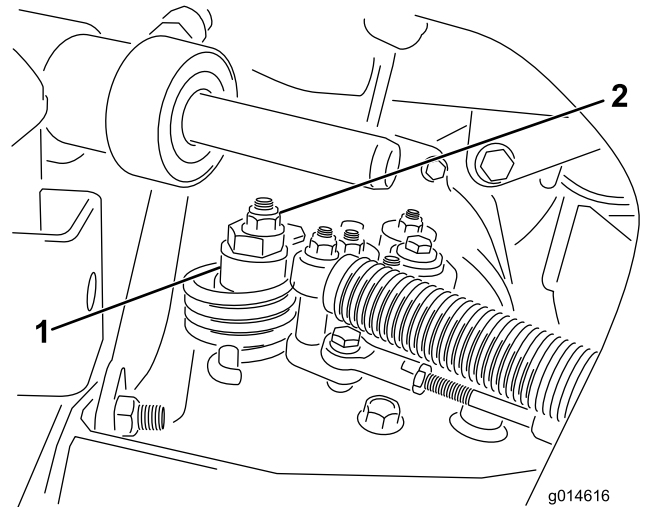

图41
- A. 松开将偏心螺栓固定到静液压泵顶部的螺母图 41。
- C. 旋转偏心螺栓直到不再出现任何方向的缓慢前移。当轮子停止旋转时旋紧螺母锁定偏心螺栓和调整图41。将油门移至慢速和快速位置验证调节情况。